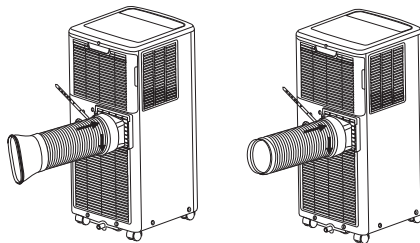

Рис. 6.
1. Присоедините один конец шланга к отверстию для выброса воздуха и закрепите с помощью насадки-адаптера (рис. 6).